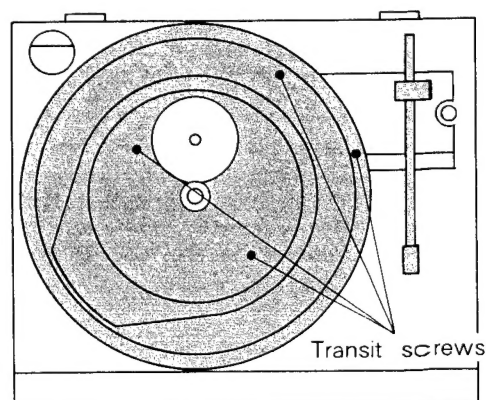

Fig. 3
- (d) Remove the transit screws (red). (Fig. 3)